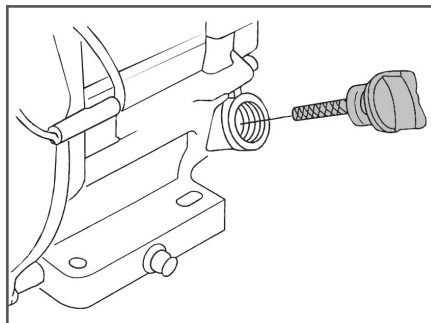

Рис. 22. Крышка-щуп маслозаливной горловины
2. Открутите крышку-щуп маслозаливной горловины и извлеките щуп (Рис. 22).
горловины и извлеките щуп (Рис. 22).